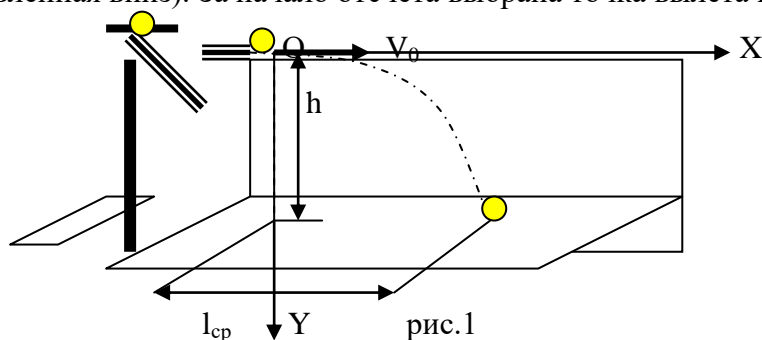

рис.1
(рис.1)
1. Соберите экспериментальную установку по рис. 1, выбирая длину маятника около 50 см.
8. Вычислите центростремительное ускорение груза – левую часть равенства (4)
9. Рассчитайте относительную и абсолютную погрешности левой части равенства (4).